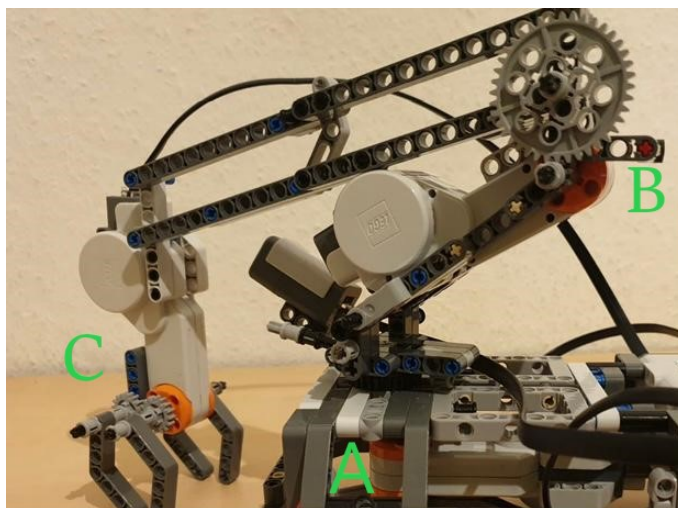

Abbildung 1. Position der Motoren A, B und C
Es wurde überlegt, drei Motoren in den Roboter einzubauen. Der erste Motor (A) ist dafür zuständig, dass sich der Greifarm horizontal, also nach links und rechts bewegen kann. Der zweite Motor (B) hat die Aufgabe, den Greifarm nach unten und oben zu bewegen. Der dritte Motor (C) hat die Aufgabe, die jeweiligen Objekte zu greifen. Die Motoren sind in Abbildung 1 dargestellt.
Der Sortierroboter wurde aus 3 Teilen aufgebaut. Der unterste Teil des Roboters war die Befestigung am Boden, damit sich der Greifarm ohne Probleme bewegen kann, ohne dabei zur Seite oder nach vorne und hinten zu kippen. Die Basis des Roboters ist in Abbildung 3 zu sehen. In der Basis war Motor A eingebaut (siehe Abbildung 1).
Der zweite Teil des Roboters war der Arm. Er sollte so konstruiert werden, dass er den Greifer nach unten und oben bewegen kann. Er sollte die passende Länge haben, damit er beim Anheben der Bälle nicht gegen den Rest des Konstrukts schlägt. Die Bewegung des Arms wurde durch Motor B realisiert (siehe Abbildung 1). Den Arm selbst zeigt Abbildung 4.